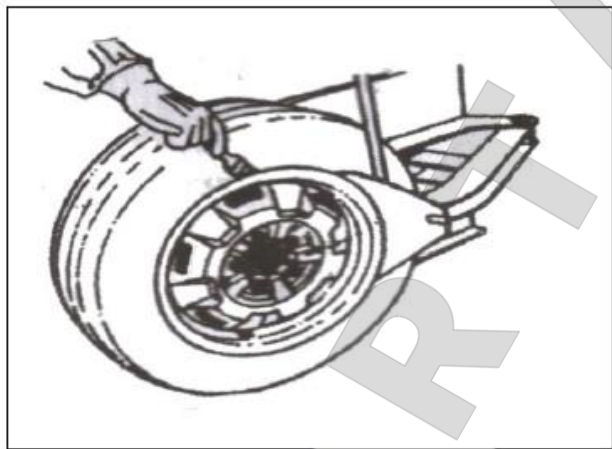

РИС. 18
4.1.2 Поместите шину между ножом разборочного устройства и прижимным фиксатором шины (Рис.18). Затем нажмите педаль прессы шины, чтобы отделить диск от шины (Рис.2-10 или 3-10). Повторите ту же операцию с другими частями шины, чтобы полностью отделить шину от диска. Поместите колесо с шиной отделенной от диска на поворотный стол и нажмите педаль зажима (Рис.2-9, 3-9), чтобы зажать диск. В зависимости от диска Вы можете выбрать внешний или внутренний зажим для колеса. Для удобства отделения кромки можно между кромкой и диском кистью нанести смазку или густое жидкое мыло.